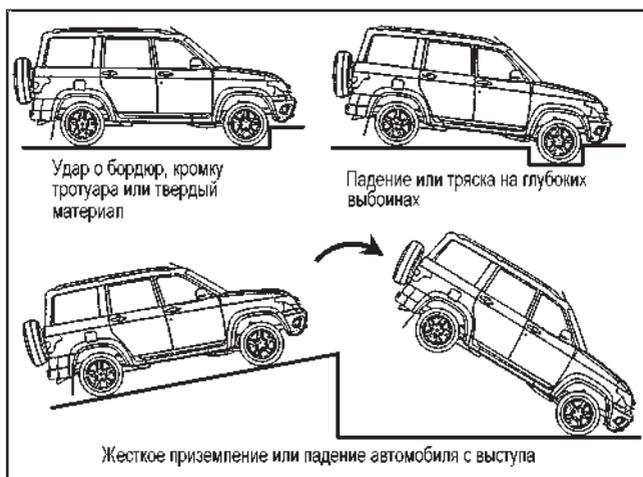

Рис. 3.41. Примеры ситуаций со срабатыванием системы пассивной безопасности водителя и переднего пассажира
- в случае достаточного по силе удара, действующего на автомобиль спереди, некоторые примеры показаны на (рис. 3.41).